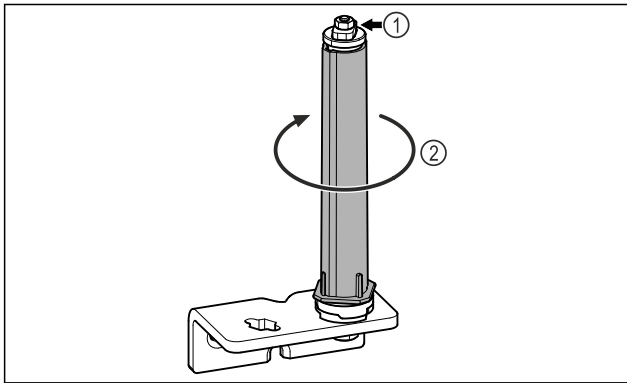

Fig. 14
- Türschließsystem Fig. 14 (1) nicht zerlegen.
- Schließsystem Fig. 14 (2) drehen, bis es klickt.